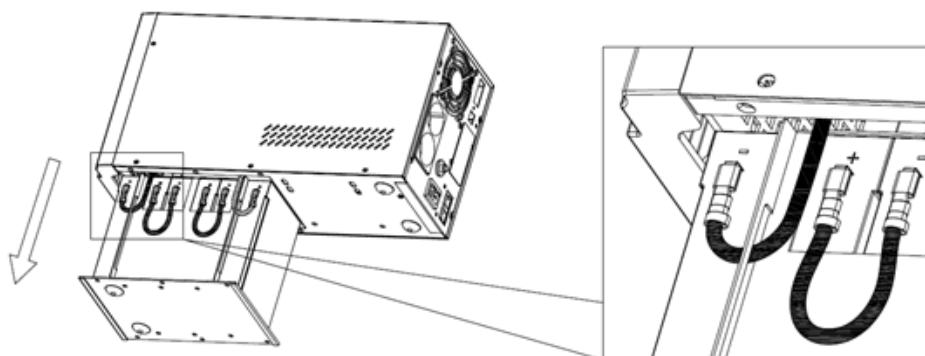
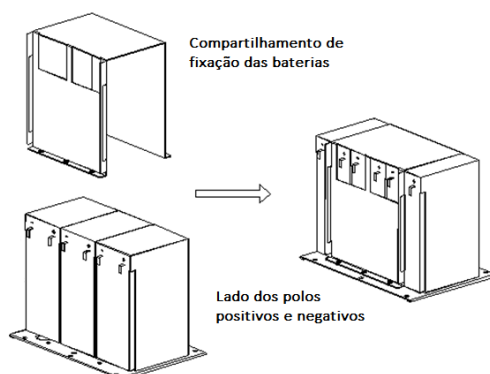

Figura 5.23: Remoção do suporte de baterias do Studio
Figura 5.24: Compartimento de fixação das baterias do Studio
- Com o nobreak de lado, retire lentamente o módulo da bateria. Durante o processo de retirada do módulo da bateria, certifique-se de que os polos positivo e negativo da bateria não estão em contato com o chassi para evitar curto-circuito, Figura 5.23.
- No processo de substituição da bateria, conforme mostrado na Figura 5.23, não inverta a direção do compartimento da bateria. A superfície lateral dobrada é relacionada com o lado positivo e vermelho da bateria, conforme mostrado na Figura 5.24.